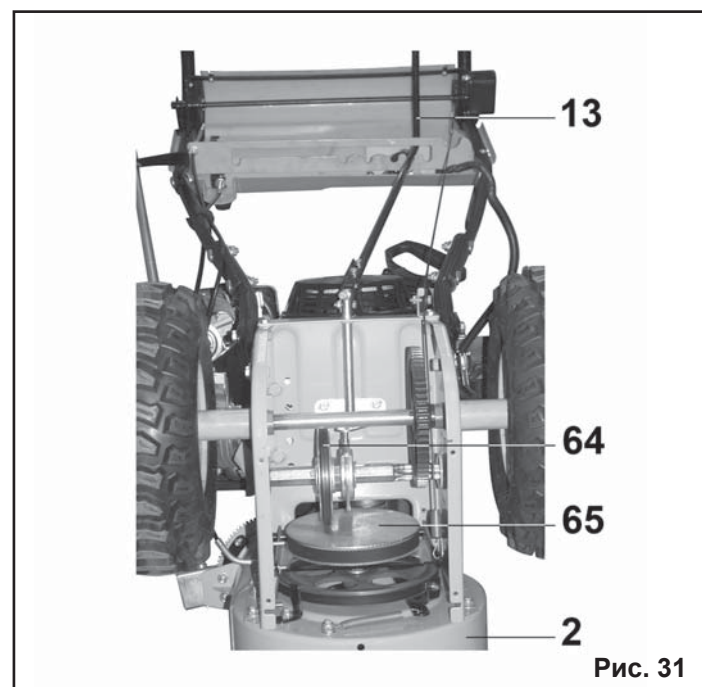

Рис. 31
9.12. Проверка системы привода колес (Рис.31).
9.12.4. Выкрутите шесть болтов крепления нижней крышки корпуса редуктора и демонтируйте ее (на Рис.31 крышка корпуса редуктора снята).